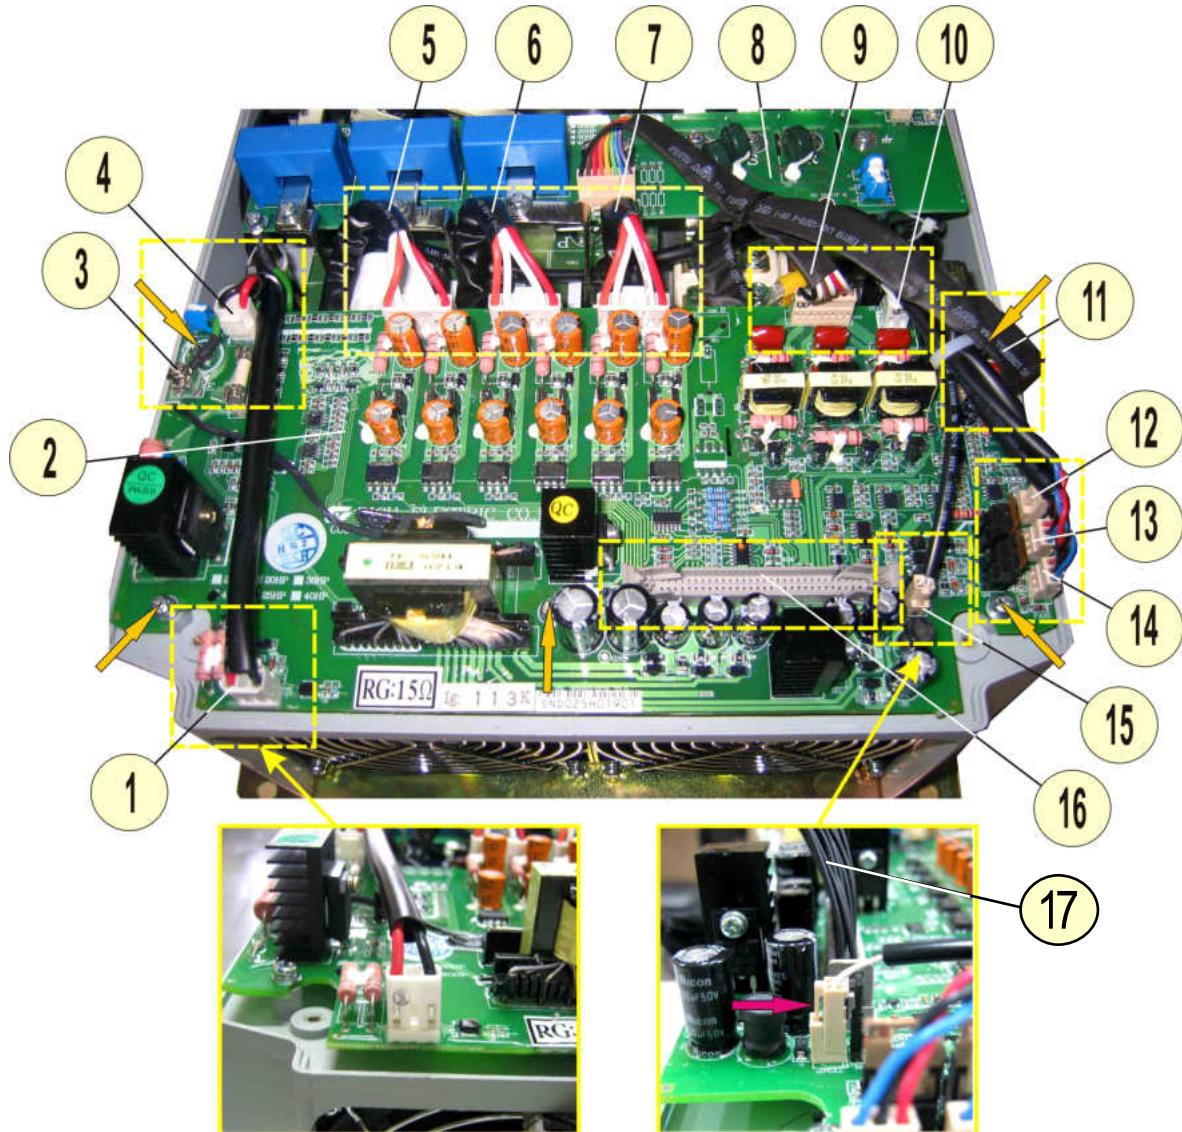

Рис. 6.7
- 6.6.1. Отсоединить жгут контроля предохранителя от разъёма CN5 на плате драйверов (поз. 1 на рис. 6.7).
6.6.2. Отжать в стороны боковые фиксаторы разъёма CN7 на плате драйверов (поз.16 на рис. 6.7). Отсоединить жгут платы ЦП (поз. 17 на рис.6. 7). Положить жгут в тару.
- 6.6.3. Выкрутить винт крепления провода «земля» M3,5x8 с фигурной шайбой (поз.3 на рис. 6.7). Снять с клеммы Е наконечник провода. Положить винт в тару.
- 6.6.4. Отсоединить жгут питания платы драйверов от разъёма CN4 на плате (поз.4 на рис.6.7).
6.6.5. Отсоединить поочередно жгуты управления IGBT от разъёмов CN1...CN3 на плате (поз. 5, 6 и 7 на рис. 6.7).
6.6.6. Отсоединить жгут управления диодно-тиристорными модулями от разъёма CN9 на плате (поз.9 на рис. 6.7).
6.6.7. Отсоединить провод цепи предзаряда от разъёма TB1 (поз.10 на рис. 6.7).
6.6.8. Отсоединить жгут токовых датчиков от разъема CN10 (поз.11 на рис. 6.7).
6.6.9. Отсоединить жгут датчика тока шины «+» от разъема CN8 (поз.12 на рис. 6.7).
6.6.10. Отсоединить жгуты вентиляторов от разъемов FAN1 и FAN2 (поз.13, 14 на рис. 6.7).
6.6.11. Отсоединить жгут датчика температуры от разъема TEMP на плате (поз.15, рис. 6.7).
6.6.12. Выкрутить пять винтов крепления платы драйверов 2 (рис. 6.7), снять плату драйве-ров. Положить винты и плату в тару.